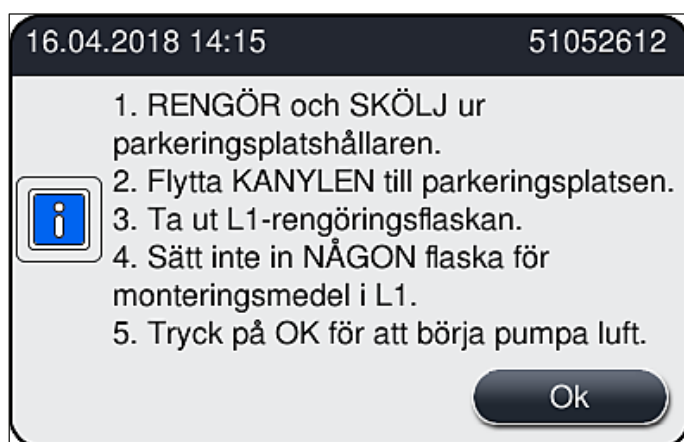

Bild 105
4. Observera informationsmeddelandet med instruktioner som följer (→ Bild 105) och bekräfta med **Ok**.